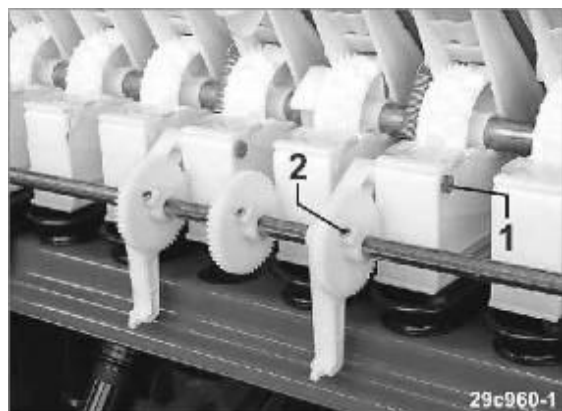

Рис.105
7.6.6. Снимите болты (Рис. 105/1).
7.6.7. Ослабьте болты (Рис. 105/2).